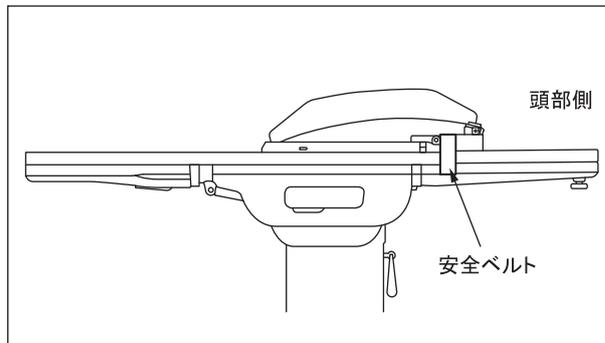

図1-1：透視テーブル用ウィルソンフレーム 5319G
- 1-3 本体をテーブルトップに取付け、安全ベルト(オプション)で固定します。(図1-1・1-2)